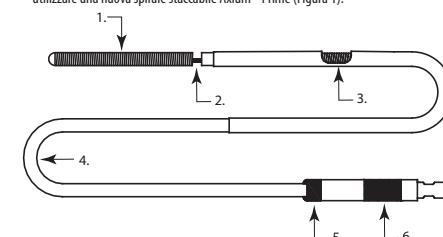

Figura 1
- Far avanzare lentamente la spirale staccabile Axium™ Prime e farla fuoriuscire dall'introduttore nel palmo della mano coperta dal guanto, quindi ispezionarla per escludere la presenza di anomalie della spirale stessa o della zona di distacco. A causa dei potenziali rischi di anomalie, è necessario eseguire un esame visivo. In caso di anomalie, utilizzare una nuova spirale staccabile Axium™ Prime (Figura 1).